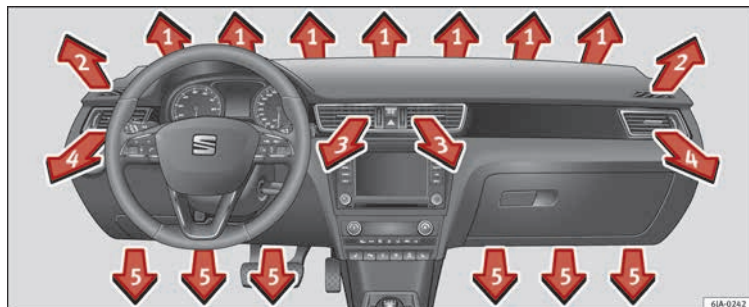

Abb. 168 Luftaustrittsdüsen.
- Zur Änderung der Höhe des Luftstroms schwenken Sie den Schieberegler nach oben oder unten. » Abb. 168.
Die Einstellung des Luftaustritts aus den Düsen erfolgt über den Regler **C** » Abb. 169. Die Luftaustrittsdüsen **3** » Abb. 168 und **4** können Sie einzeln schließen und öffnen.